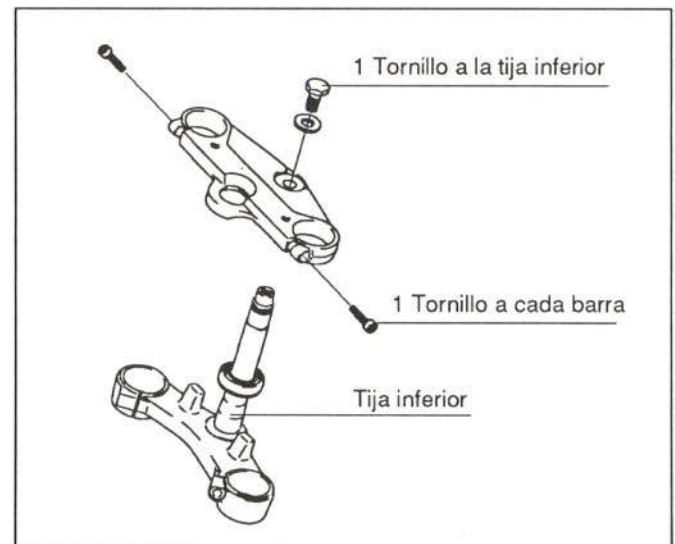

Figura 27.- Unión de la tija superior
En la figura 27 se detalla la unión de esta pieza.
- Tija superior con los semimanillares (figura 27)